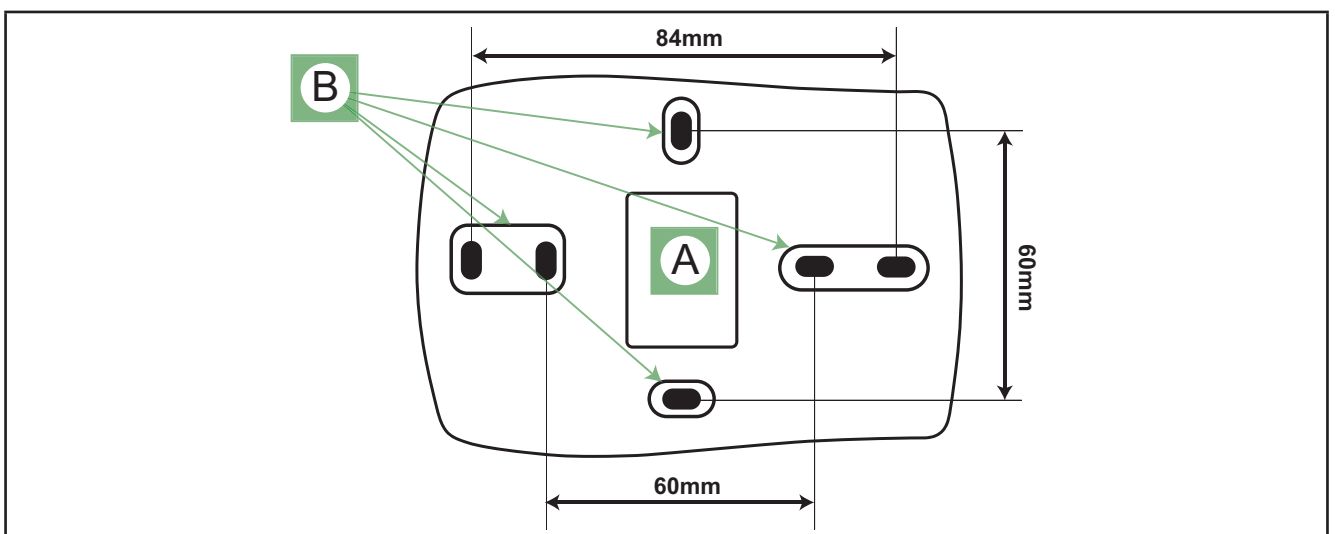

Fig. 12. Fori
5. Sulla parete in cui va fissato lo strumento praticare due fori del diametro di 4 mm rispettando le distanze previste (vedi **Fig. 12 a pag. 23**, punto B).
6. I cavi devono passare attraverso il foro al centro della parte posteriore (vedi **Fig. 12 a pag. 23**, punto A).